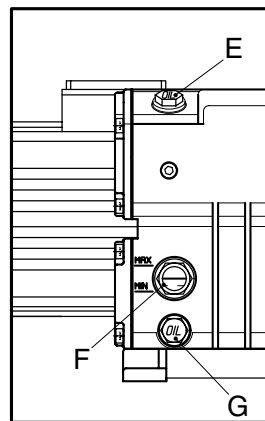

Fig.5
Eseguire il primo riempimento attraverso il tappo (E) sino alla metà dell'indicatore di livello (F) e richiudere il tappo (E) (fig.5).
Carry out the first filling up through the plug (E) up to the half of the sight glass (F) and close the plug (E) (fig.5).
Please refer to figure 5.